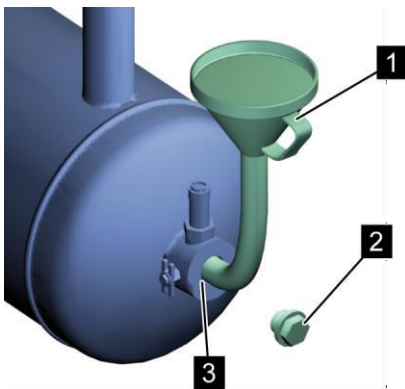

Рис. 37: Заливной штуцер (винтовой компрессор с частотным преобразователем)
8. При помощи воронки (Рис. 37/1) залейте охлаждающую жидкость до заливной кромки заливного штуцера (Рис. 37/3).
10. Вставьте резьбовую пробку наливного отверстия (Рис. 37/2) и затяните ее ☞ Приложение В «Моменты затяжки винтов» на странице 119.